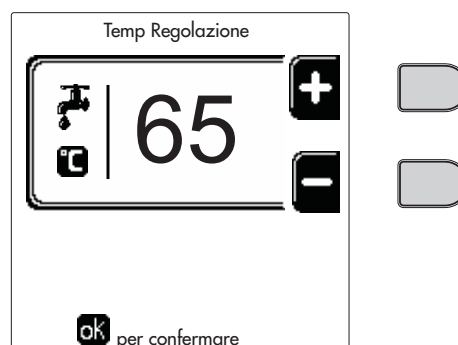

fig. 15
- **ON**. In caso di richiesta Riscaldamento/Sanitario, la caldaia lavora alla Temperatura di Regolazione Riscaldamento/Sanitario (fig. 13/fig. 15) impostata.
- **🔌**. In caso di richiesta Riscaldamento/Sanitario, la caldaia lavora alla Temperatura di Regolazione Ridotta. La temperatura Ridotta si ottiene sottraendo il valore della Temperatura Regolazione Riduzione (fig. 14/fig. 16) alla Temperatura di Regolazione Riscaldamento/Sanitario (fig. 13/fig. 15) impostata.